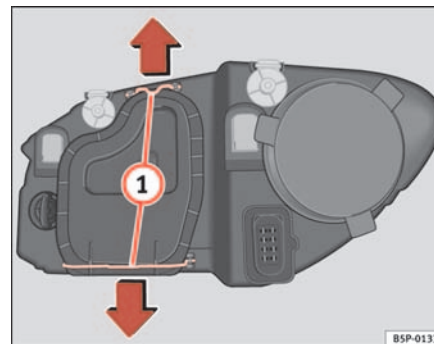

Abb. 181 Abblendlicht
- Die Streben ⇒ Seite 261, Abb. 181 ① in Pfeilrichtung verschieben und den Deckel abnehmen.